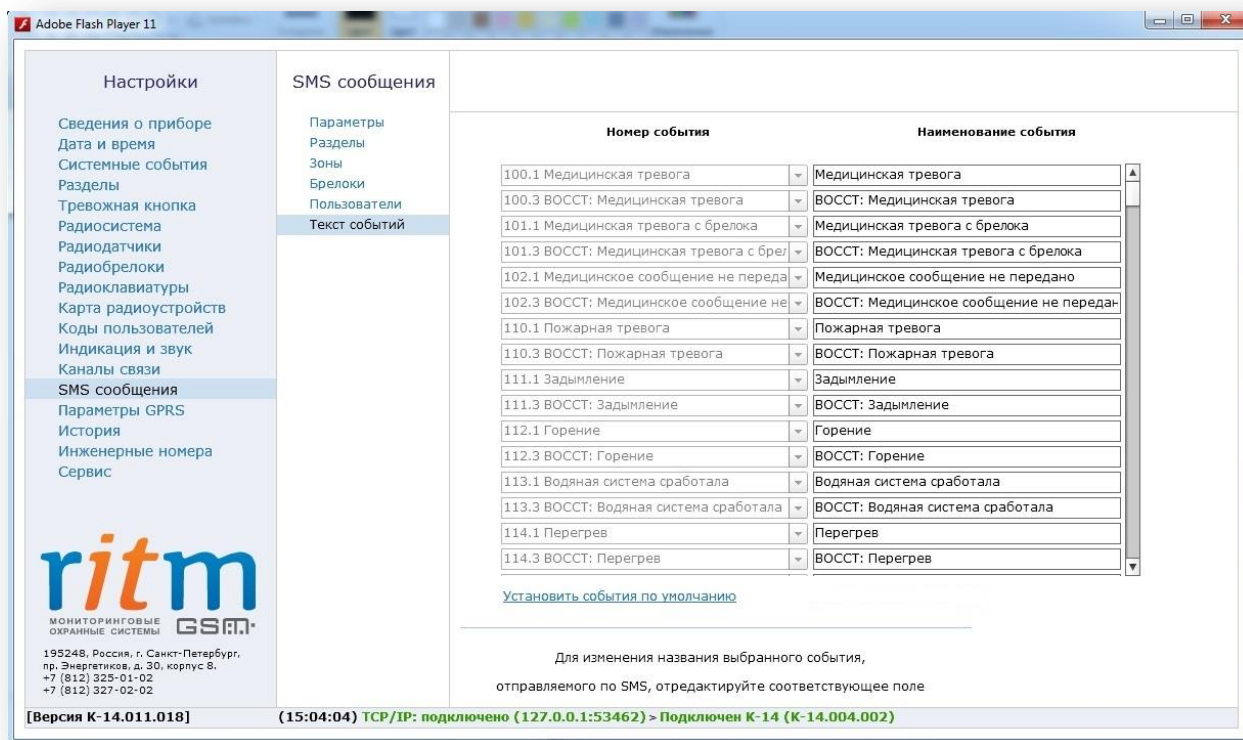

Рисунок 39. Страница настройки текста передаваемых сообщений
6. «Текст событий» (см. рис. 39)